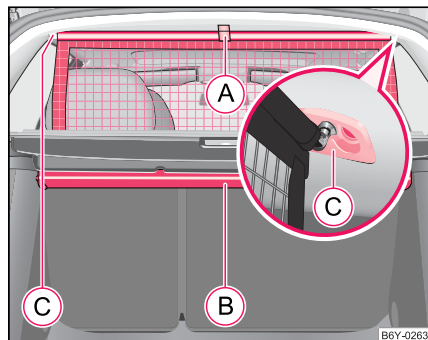

Abb. 57 Netztrennwand ausrollen
- Ziehen Sie die Netztrennwand an der Lasche **(A)** aus dem Gehäuse **(B)** in Richtung zu den Halterungen **(C)** ⇒ Seite 74, Abb. 57.